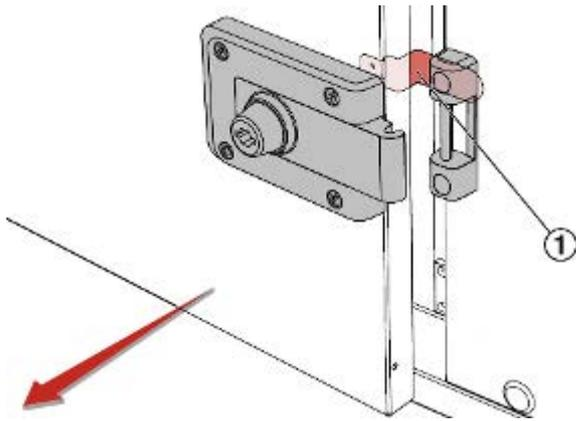

Fig. 13: Cierre de seguridad
3. ▶ Abra con cuidado la puerta de acceso hasta que quede atrapada por el cierre de seguridad (Fig. 13 /1).